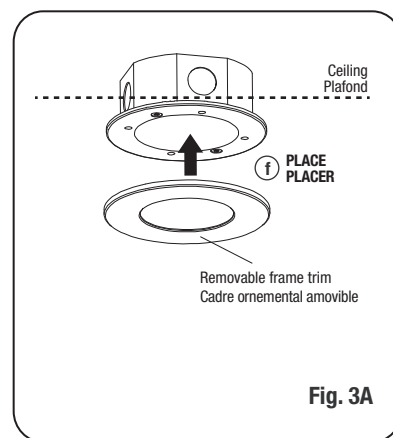

Fig. 3A
6. Place and attach the desired frame trim on the luminaire (magnetic system) as shown in Fig. 3A, step "f".
6. Placer et fixer le cadre ornemental souhaité sur le luminaire (système magnétique) comme indiqué sur la Fig. 3A, étape "f".